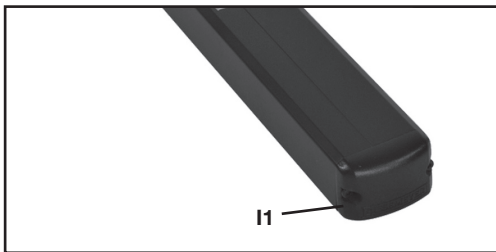

FIG. 16A
3. Retirer le capuchon du tube du guide qui est situé du côté droit (I1) fig. 16A. Utiliser un tournevis T25.
6. Remplacez le capuchon du tube du guide qui est situé du côté droit (I1) fig. 16A.